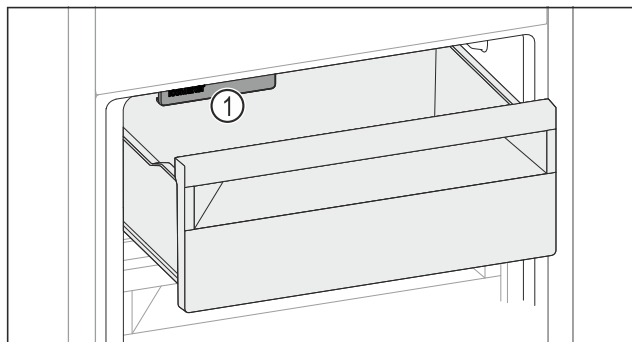

Fig. 169
- ▶ Dávejte pozor na IceMaker Fig. 169 (1).